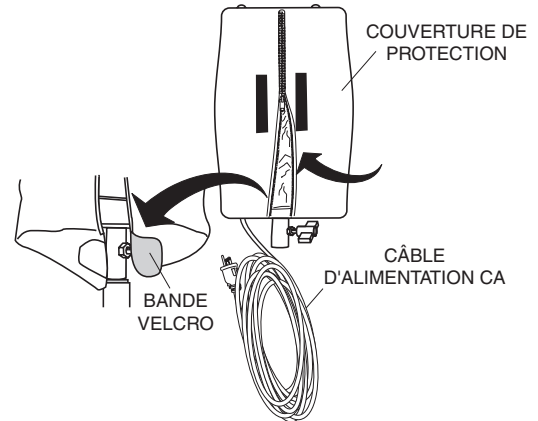

Figure 22. Zipper la couverture de protection
3. Débrancher le câble d'alimentation CA de la rondelle (Figure 14). Zipper complètement la couverture de protection et replier la bande velcro en place (Figure 22).